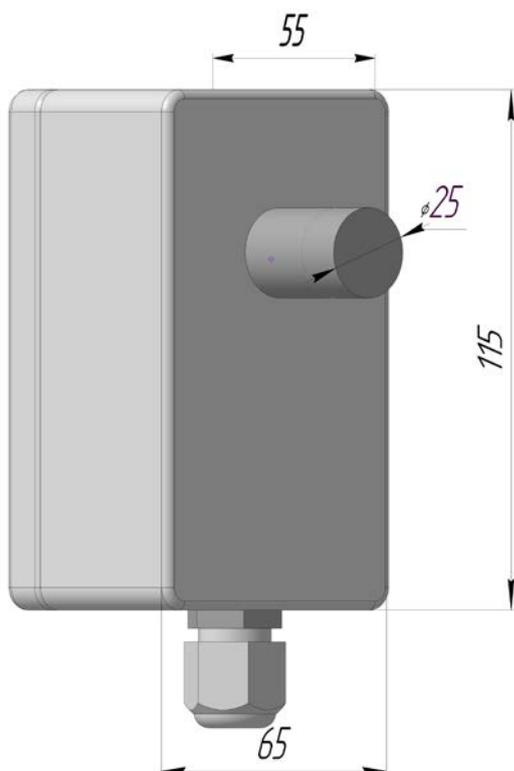

Рис.1 Габаритные размеры
4.1.1. Фотодатчик выполнен в моноблочном исполнении в металлическом корпусе. Габаритные размеры фотодатчика представлен на Рис.1.